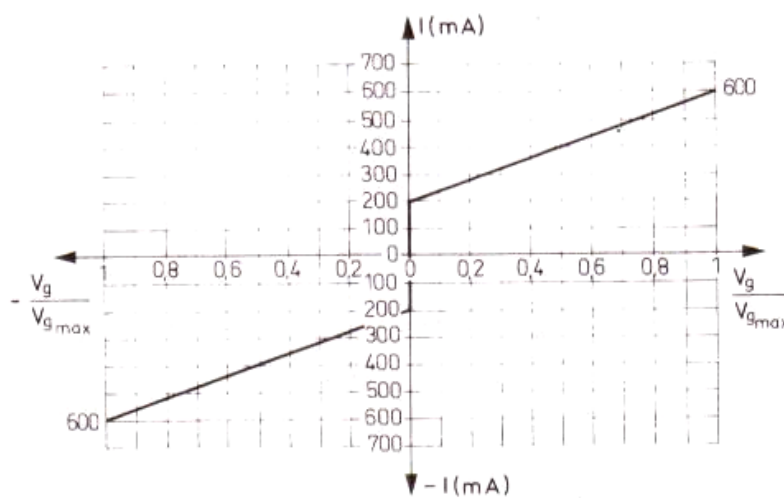

Fig. 4
Koordinatsystemet fig. 4, viser sammenhængen mellem olieflow (V) og styrestrøm (I) for den pågældende proportionalventil.